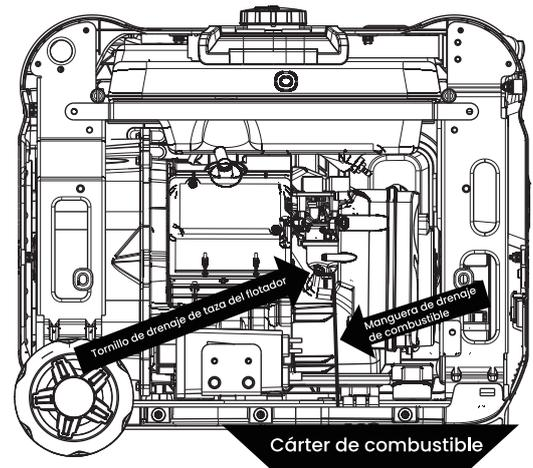

Figura 13: Manguera de drenaje de combustible
2. Localice la manguera de plástico transparente del flotador que sale por el fondo del inversor, y ponga un recipiente adecuado debajo para recoger el combustible drenado (consulte la Figura 13).